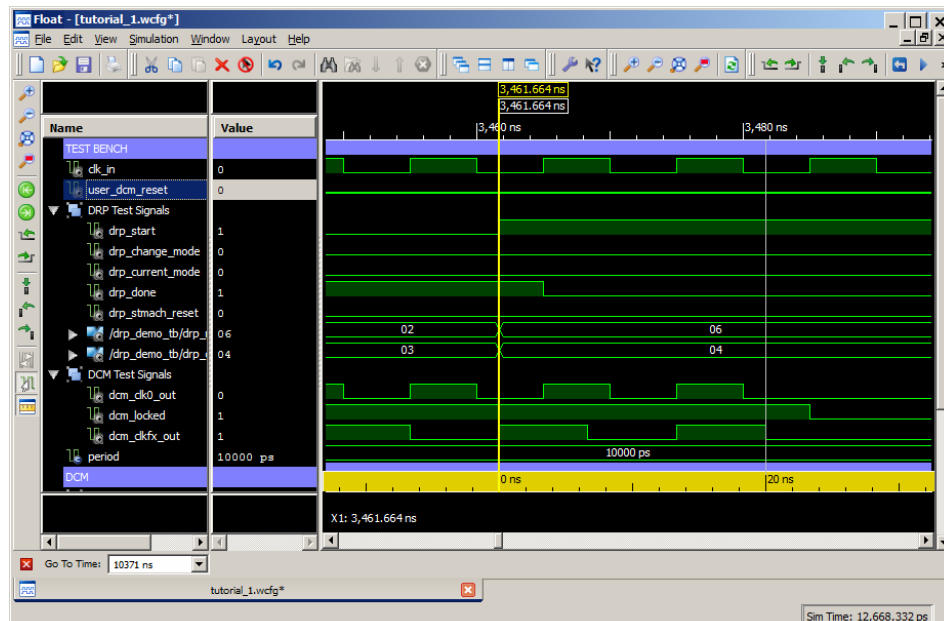

図 4-29 : `dcm_clk0_out` 信号および `dcm_clkfx_out` 信号の確認
3. DCM テスト信号 `dcm_clk0_out` および `dcm_clkfx_out` の立ち上がりと立ち下がりが確認できるまで、手順 2 を繰り返します (図 4-29)。